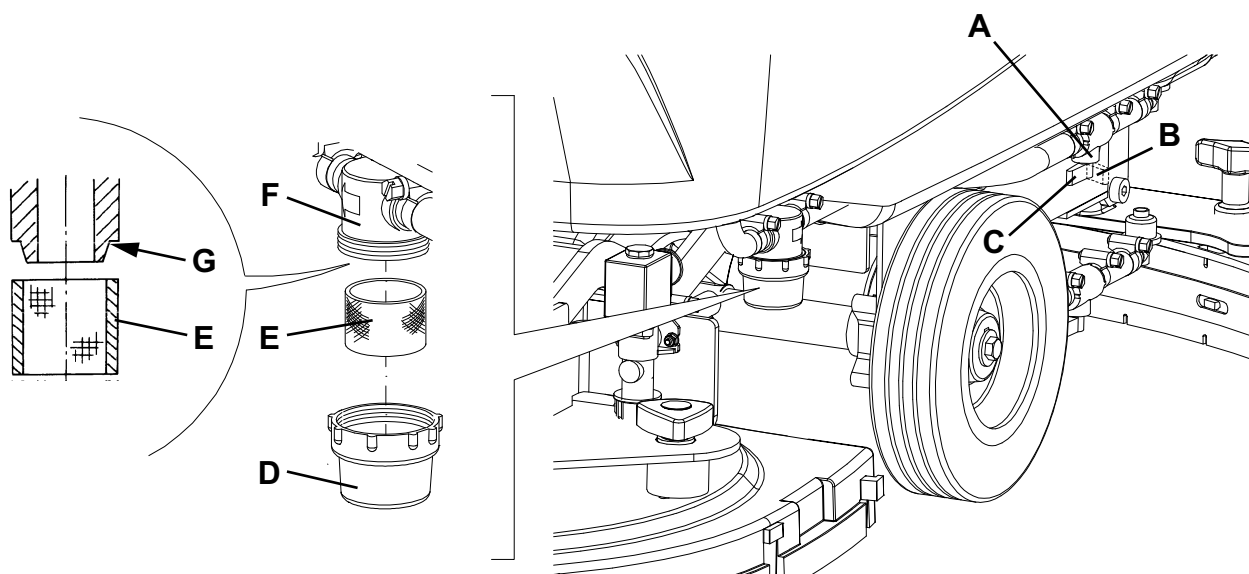

Рис. 7
3. Закройте кран раствора (А, Рис. 7) под машиной позади правого заднего колеса. Кран (А) закрыт, когда находится в положении (В), и открыт, когда находится в положении (С).
4. Снимите прозрачную крышку (D), затем удалите сетку фильтра (E). Очистьте и установите их на стойке (F).